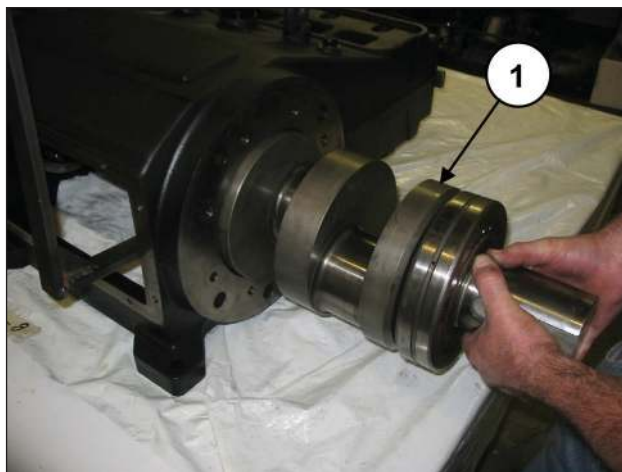

Fig. 30
Estrarre albero e cuscinetto (pos. ①, Fig. 30).
Inserire l'albero (pos. ①, Fig. 30) fino a che il cuscinetto premontato arrivi ad essere a filo del bordo del carter (pos. ①, Fig. 44).